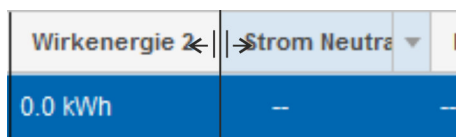

Abb. 97: Spaltenbreite anpassen
3. ➔ Den Mauszeiger in den Bereich zwischen zwei Spalten bewegen und die linke Maustaste gedrückt halten, um die Breite einer Spalte anzupassen (Abb. 97).